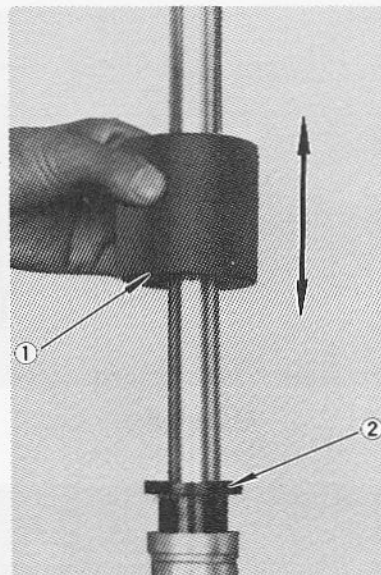

Fig. 5-6-7
6. For installing the fork oil seal, the special tool (oil seal fitting tool) is required. It should be installed after the inner tube is installed in the outer tube. (Fig. 5-6-7)
6. Pour installer le joint d'huile de fourche, un outil spécial (outil de montage de joint d'huile) est requis. Il doit être installé après que le tube interne est mis en place dans le tube externe. (Fig. 5-6-7)